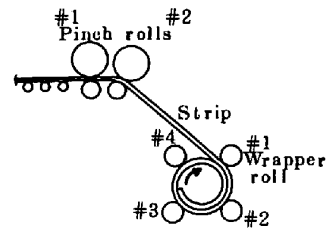
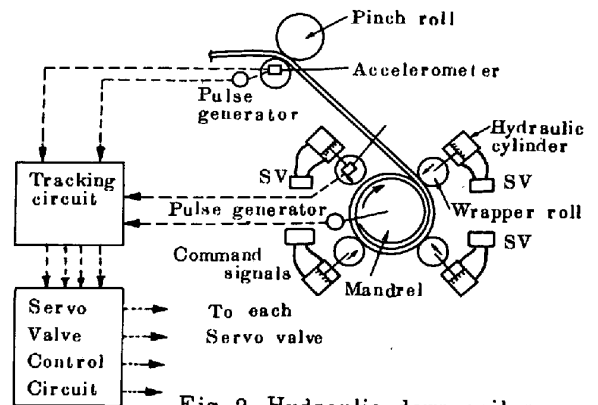

Fig 1 Double pinch roll type of down coiler
Fig 2. Hydraulic down coiler
(1) トップマーク : 油圧サーボ制御 (Fig. 2), ラップロール中空化, (2) スリップ疵 : 油圧制御, マンドレル2段拡張, 最適張力制御, ユニットテンション確保, ギャップ設定機構, ガタ取り機構, アウトボード, ダブルピンチロール (Fig. 1), 横穴結束機等最新技術を多く採用した。